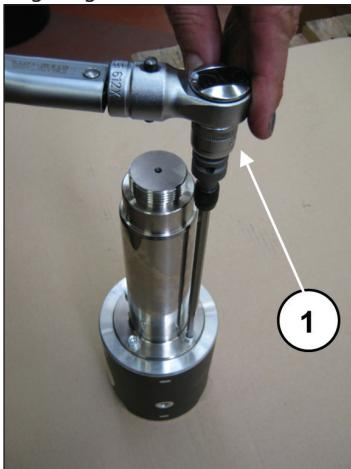

Abb. 46
Spannen Sie die Kolbenführung mithilfe des speziellen Werkzeugs in einen Schraubstock und eichen Sie die Schrauben mit einem Drehmomentschlüssel (Pos. ①, Abb. 46) wie im Kapitel 3 gezeigt.